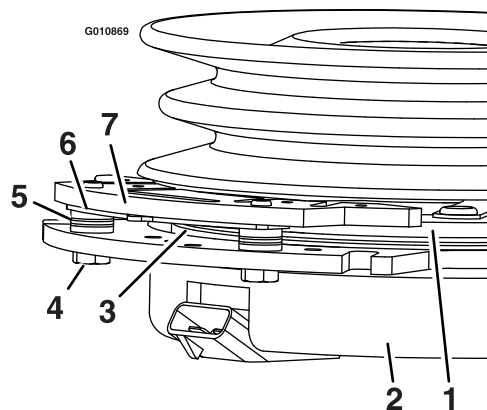

**Figura 75**
3. Togliete il coperchietto antipolvere dalla ruota orientabile e serrate il dado di bloccaggio (Figura 75).
4. Serrate il dado di bloccaggio finché le rondelle elastiche non sono piatte, quindi allentate di un quarto di giro per mettere a punto il precarico sui cuscinetti (Figura 75).
**Importante:** Verificate che le rondelle elastiche siano correttamente montate, come riportato nella Figura 75.
5. Montate il coperchietto antipolvere (Figura 75).